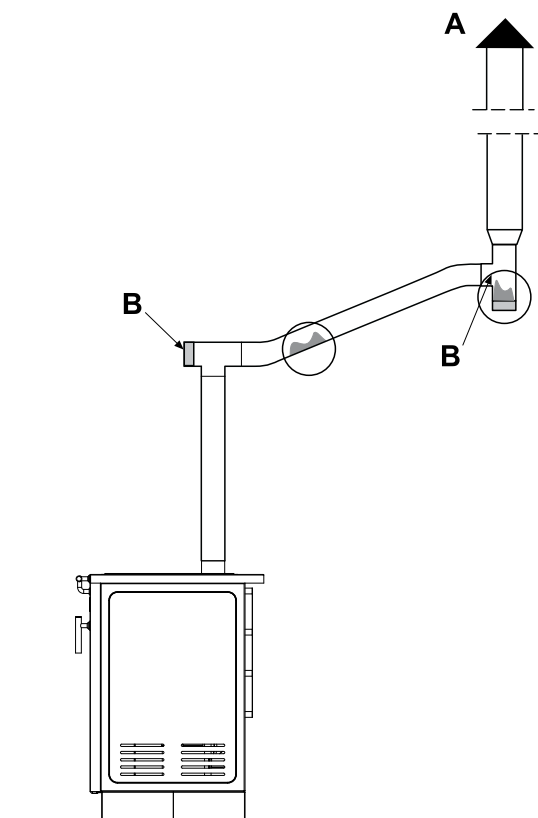

Fig. 8.2.4-1
A) Comigolo antivento (Fig. 8.2.4-1).
B) Ispezione. (Fig. 8.2.4-1).
A) Windproof chimney top (Fig. 8.2.4-1).
B) Inspection. (Fig. 8.2.4-1).
A) Windschutzkamin (Abb. 8.2.4-1).
B) Inspektion (Abb. 8.2.4-1).